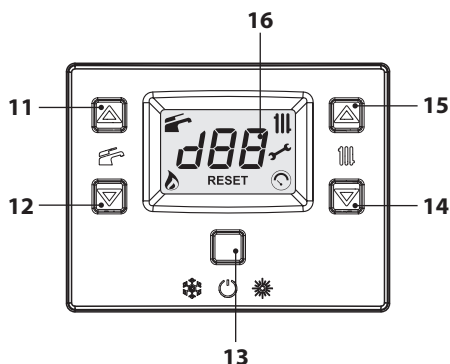

Figura 6.5
- Mantenga pulsado durante 2 segundos el botón 13 hasta que aparezcan en el display los símbolos  y  (Figura 6.5).
- Apague la caldera manteniendo pulsado durante 2 segundos el botón 13 (Figura 6.5) hasta que aparezca en el display LCD el símbolo  (los guiones se encienden en secuencia para simular un desplazamiento) (Figura 6.4).